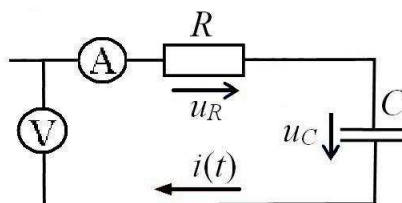

Рис.2.2
- 2.5. Собрать R-C цепь по схеме на рис. 2.2.